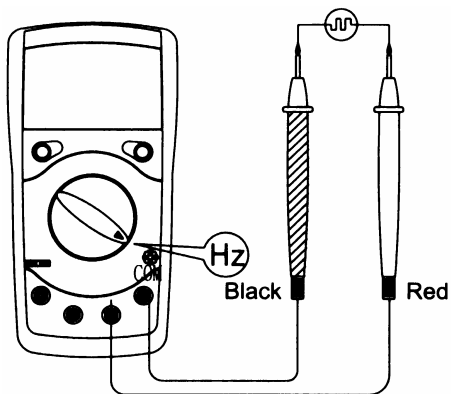

Рис.6
F. UT-39C: измерение частоты (рис.6)